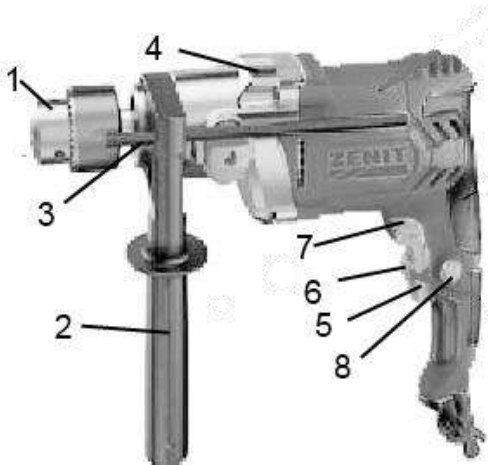

Рисунок 1
Виріб має два режими свердління: ударно-обертальний і обертальний. Перемикання режимів роботи виробу здійснюється переведенням перемикача (4) (див. рис.1) у позиції до відповідного символу режиму роботи:
- ударно-обертальний режим - перемикач (4) повинен бути переведеним до упору у бік символу **T**;
- обертальний режим - перемикач (4) повинен бути переведеним до упору у бік символу **II**.
4.2 Виберіть необхідний режим роботи виробу за допомогою перемикача (4) (див. рисунок 1). Перемикач режимів роботи виробу здійснюється переведенням перемикача (4) (див. рис. 1) з одного крайнього положення в інше в бік відповідного символу режиму роботи:
- обертальний режим - перемикач (4) повинен бути переведеним до упору у бік символу **2**.